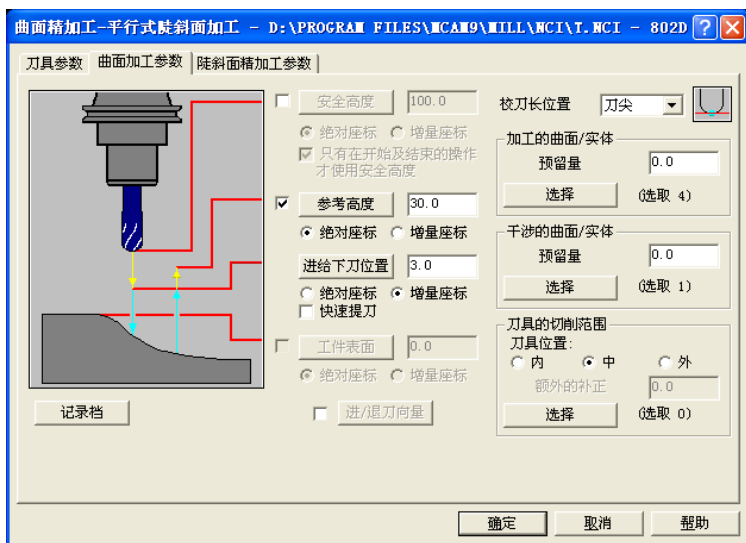
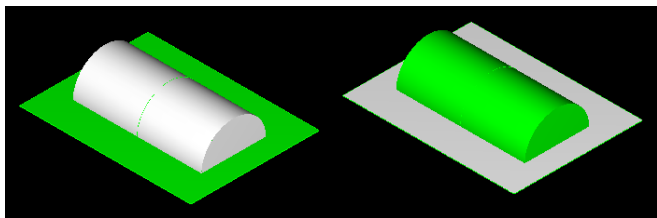

图 1-78 陡斜面加工曲面加工参数
图 1-79 加工面与干涉面的选择
- 4) 在“曲面加工参数”选项卡设定参考高度：30.0、进给下刀位置：3.0，如图 1-78 所示。加工的曲面/实体选择半个圆柱体的全部 4 个面，预留量：0.0，如图 1-79 左图所示；
干涉的曲面/实体选择矩形平面，预留量：0.0，如图 1-79 右图所示。